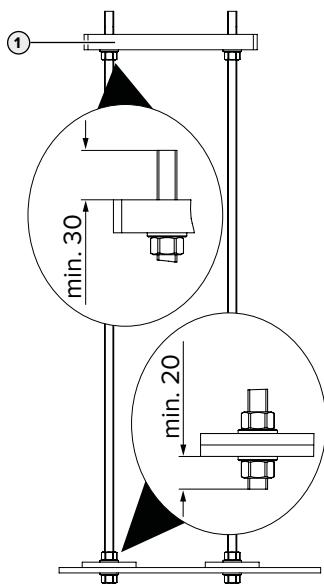

Abb. 3: Poziția șaibelor și piulițelor [mm]
- ▶ Asigurați platbandele cu o piuliță și o șaibă, respectând Abb. 3. Acordați atenție alinierii pe orizontală a setului de fixare a fundației.
- ▶ Montați placa de fundație, respectiv placa adaptoare aferentă ① (disponibilă ca accesoriu) respectând Abb. 3 pe setul care servește la fixarea pe fundație.